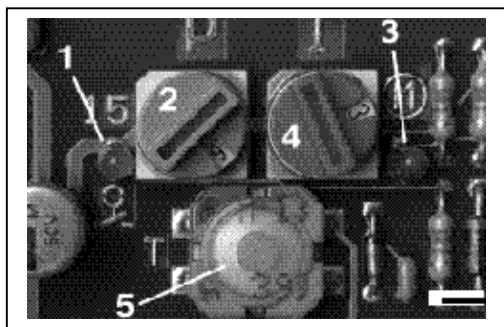

Рис. 28 – Световые диоды на блоке управления
*Примечание : При установке на 0 появляется сигнал блокировки, при котором светиться правый световой диод 3 рис. 28. Одновременно будет автоматически установлено заводское время работы.*
- Установлена фишка 2 или 3 рис. 28 на 0, появится сигнал сбоя/блокировки на правом световом диоде 3.
**Тастер 5 рис. 28 продолжительно надавлен (коротко закнут)**
- Наличие питание на блоке управления определяется свечением левого светого диода (LED) 1 Рис. 28.